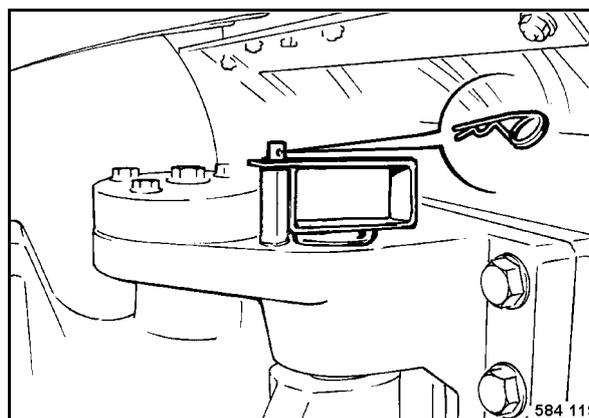

Рис. 119
- Ввести в зацепление стопорный шарнирный рычаг и зафиксировать штекером с пружиной (Рис. 119).